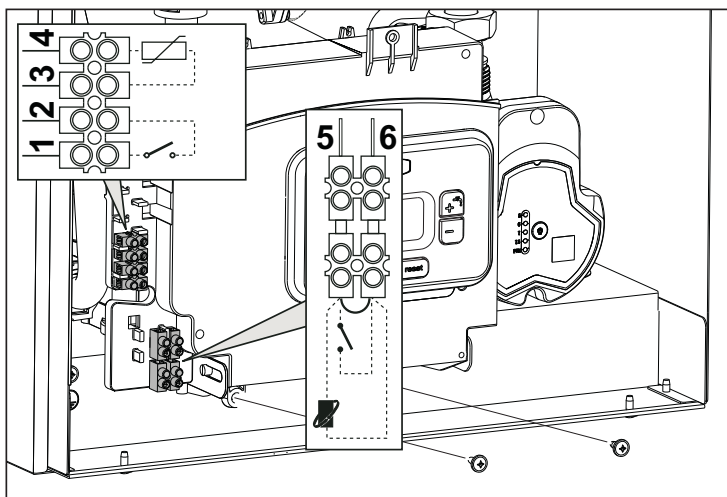
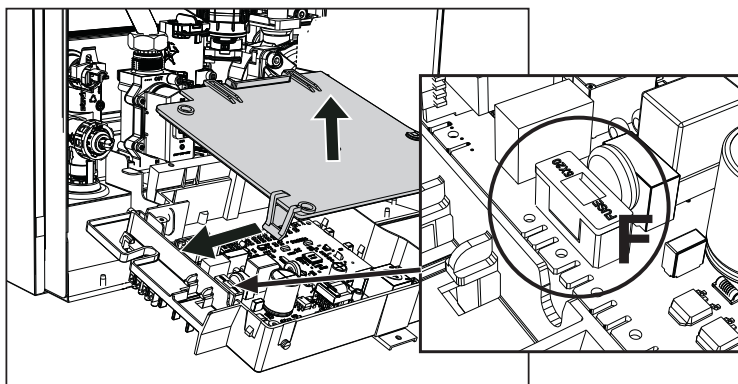

fig. 19
fig. 20
Dopo aver tolto il pannello frontale (sez. "Apertura del pannello frontale" a pag. 34) è possibile accedere alle morsettiere (M) e al fusibile (F) seguendo le indicazioni descritte di seguito (fig. 19 e fig. 20). I morsetti indicati nella fig. 19 devono essere a contatti puliti (non 230V). La disposizione dei morsetti per i diversi allacciamenti è riportata anche nello schema elettrico alla fig. 41.
Configurazione Interruttore ON/OFF (A fig. 20)